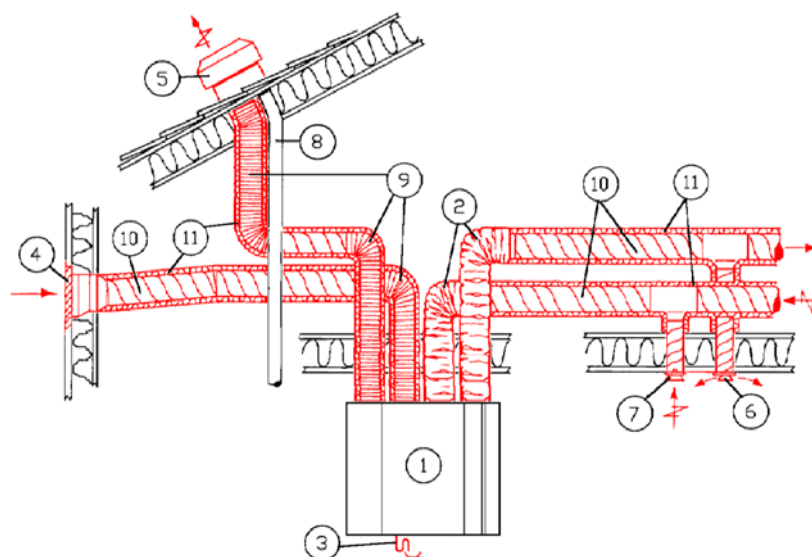

Fig. 1
Lampesignal (11) lyser når innstilt driftstid mellom bytte av tilluftfilter (E, fig. 1) er utløpt. Ventilasjonsaggregatet kan fortsatt benyttes, men effekten vil bli redusert dersom ikke filteret byttes. Driftstid (6, 9 eller 12 mnd.) mellom filterbytte kan stilles inn vha. brytere på betjeningspanelet (se montasjeanvisning). Etter bytte av tilluftfilter nullstilles driftstiden mellom filterbytte (se vedlikehold, pkt. 2, Bytte av tilluftfilter).
NB! Avtrekksfilteret (F, fig. 1) av aluminium må rengjøres regelmessig. (Se kapittel for vedlikehold).
Lampan (11) lyser när inställd driftstid mellan filterbyterna (tilluftfilter E, fig. 1) har passerat. Aggregatet kan fortsatt vara i drift med effekten blir reducerad om inte filtret byts. Driftstiden/ bytesintervallen kan ställas in via aggregatets kontrollpanel (6, 9 eller 12 månader, se montageanvisning). Efter bytet av filtret, nollställs driftstiden – se under skötsel: punkt 2.
OBS! Frånluftsfiltret (F, fig 1) av aluminium, byts inte, men ska rengöras frekvent. (se kap. skötsel).